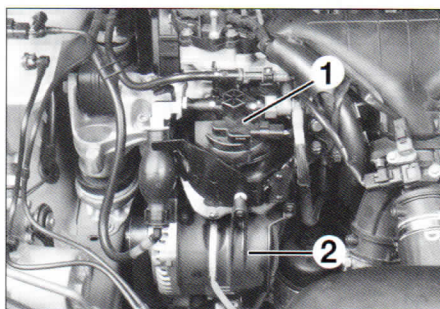

FIG. 6
- el filtro de gasoil (1) (fig. 6).
- la cubierta del alternador (2).